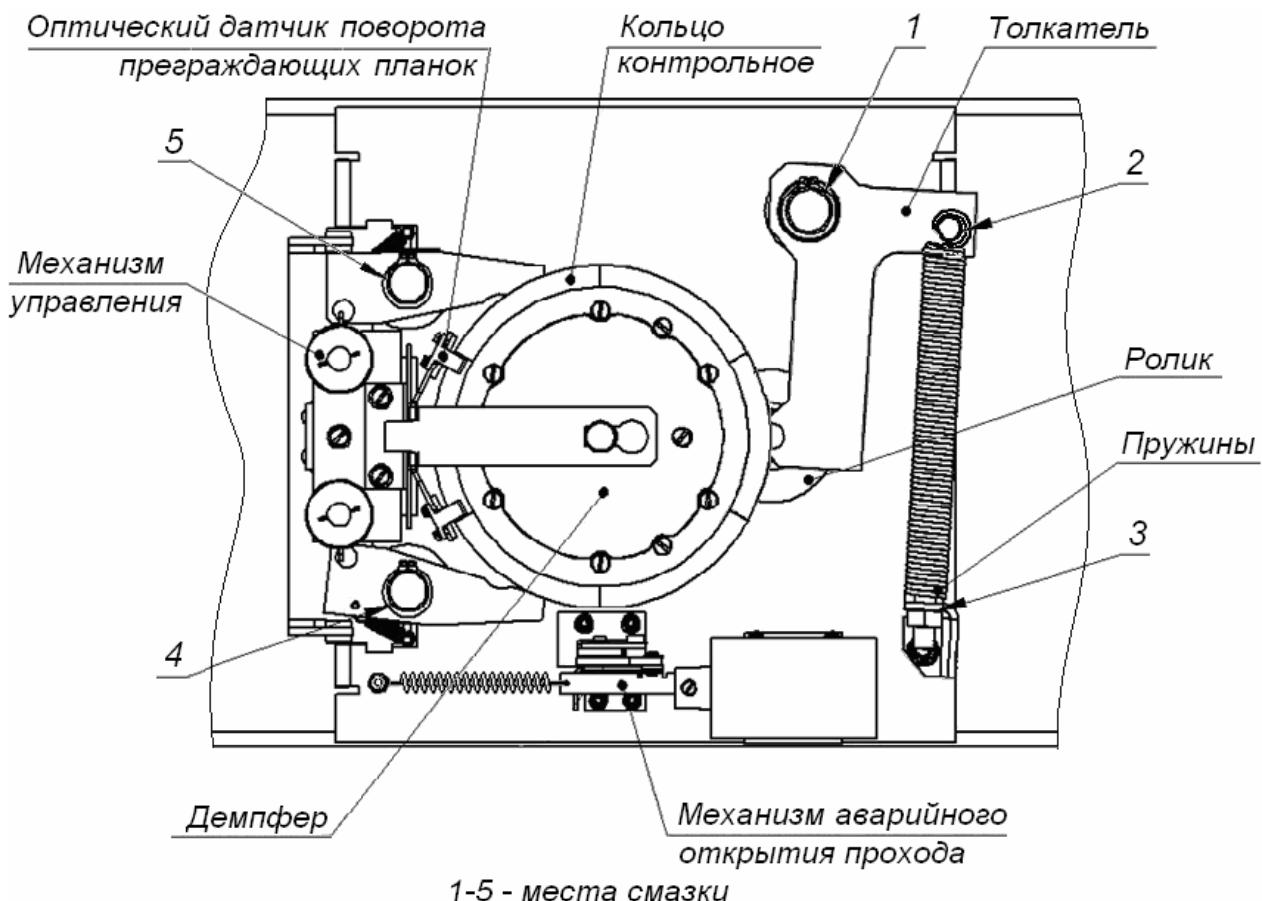

Рисунок 14. Расположение внутренних деталей и узлов механизма турникета
2. Снимите крышку (3) в порядке, указанном в разд. 6.
4. Осмотрите устройство поворота (толкателем, пружины и ролик), оптические датчики поворота преграждающих планок и демпфирующее устройство (см. рис. 14).
6. Выполните смазку узлов трения механизма турникета смазкой ШРУС-4. Не допускайте попадания смазки на поверхность кольца диска контрольного и на ролик. Смазку производите в следующих точках (см. рис. 14):
8. Проверьте крепление преграждающих планок (5) в шарнирных узлах турникета и, при необходимости, подтяните крепежные винты.
10. Установите на место крышку (3) (см. разд. 6) и зафиксируйте ее винтом.